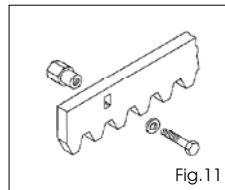

Fig. 11
5.4.1. Cremallera de acero para soldar (Fig. 11)